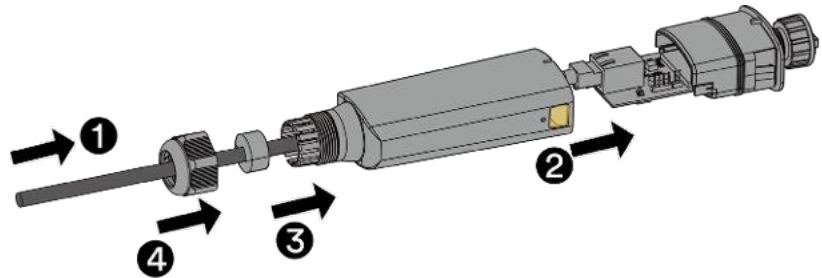

Abb. 33. LAN-Kabel durch das Gehäuse führen und LAN-Stecker anschließen
3. Führen Sie das LAN-Kabel durch das Gehäuse der Kommunikationseinheit und stecken Sie es in die Buchse des LAN-Ports auf der Leiterplatte ein (siehe Abb. 33).